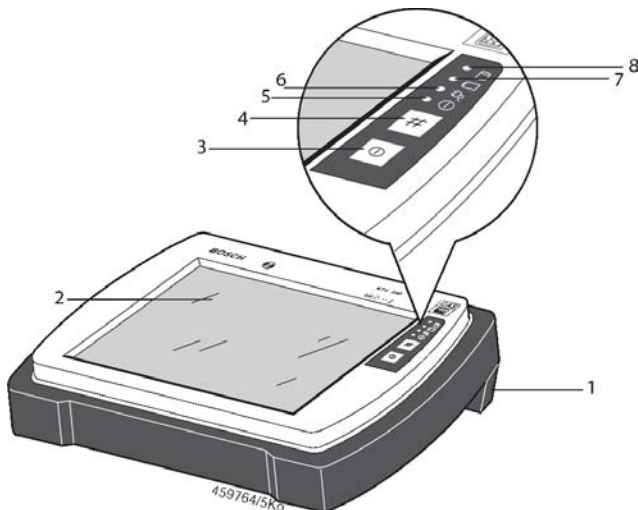

Рисунок 3: Блок управления и индикации KTS 650
! Если KTS 650 используется только с перезаряжаемой батареей, светодиод разрядки батареи тестера светится (Рисунок 3; позиция 7).
Батарея KTS 650 заряжается автоматически. Батарея заряжается при каждом подключении KTS 650 к источнику питания или батарее автомобиля (через диагностический кабель/кабель адаптера, подсоединенный к диагностическому разъему автомобиля). До тех пор, пока заряд батареи составляет менее 80 % емкости, светодиод режима заряда (рисунок 3, позиция 7) мигает при зарядке в случае выключенного состояния KTS 650, и в случае включения KTS 650 светится светодиод наличия внешнего напряжения питания (рисунок 3, позиция 8). После достижения максимального заряда батареи KTS 650 переключается из режима ускоренной зарядки в режим поддержания заряда батареи.
Включите KTS 650, используя клавишу **F8** (Рисунок 3, позиция 3).
Если KTS 650 перестал работать из-за сбоя компьютера, Вы можете выключить его одновременным нажатием клавиш ① Вкл.\Выкл. (Рисунок 3, позиция 3) и # меню Пуск Windows (Рисунок 3, позиция 4) в течение, по крайней мере, 3 секунд.